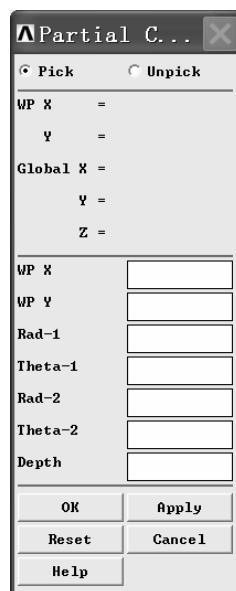
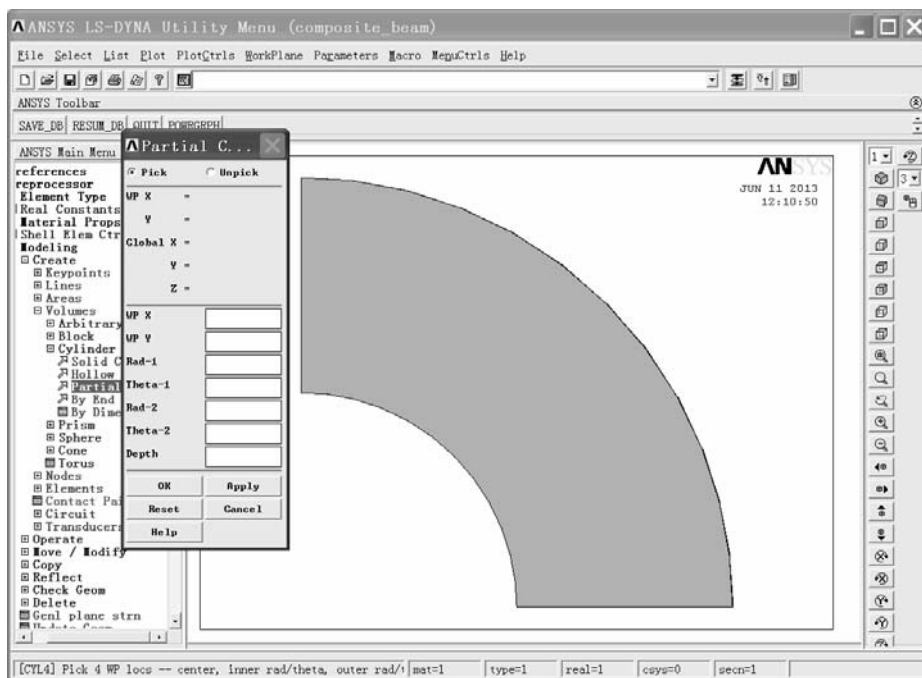

图 2-136 “Partial C...” 窗口
图 2-137 A 圆筒的 1/4
(1) 依次选择 Main Menu>Modeling>Create>Volumes>Cylinder>Partial Cylinder，弹出“Partial C...”窗口（见图 2-136）。
(2) 在“Partial C...”窗口中输入数据：“WP X”后输入“0.2”，“WP Y”后输入“0.041”，“Rad-1”后输入“0.02”，“Theta-1”后输入“0”，“Rad-2”后输入“0.04”，“Theta-2”后输入“90”，“Depth”后输入“0.04”。
(3) 单击“Partial C...”窗口中的“Apply”按钮，弹出 A 圆筒 1/4 的正视图（如图 2-137）。